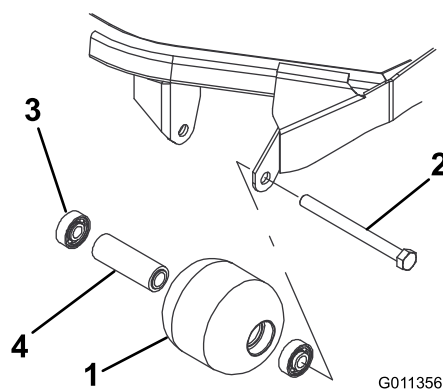

Рисунок 73
1. Снимите болт крепления валика (Рисунок 73).
- Осмотрите корпус, подшипники и распорную втулку подшипника валика на наличие повреждений (**Рисунок 73**). Замените все поврежденные компоненты и соберите их.
- Запрессуйте передний подшипник в корпус валика (**Рисунок 73**). Прикладывайте усилие только к наружному кольцу или одинаковое усилие к внутреннему и наружному кольцам.
- Вставьте втулку подшипника (**Рисунок 73**).
- Запрессуйте второй подшипник в корпус валика (**Рисунок 73**). Запрессуйте, нажимая с одинаковым усилием на внутреннее и наружное кольца до тех пор, пока внутреннее кольцо не войдет в контакт с проставкой.